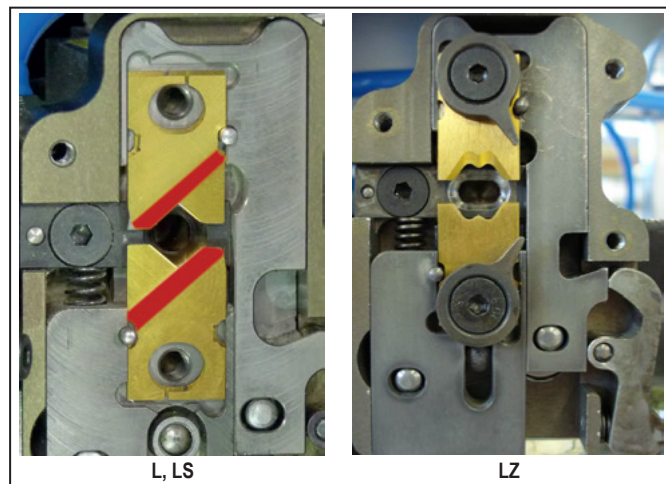

Figura 8.2 Alinhamento das lâminas
- ▶ **L e LS:** montar cada par de lâminas de maneira que as arestas biseladas apontem para fora (marcado a vermelho na Figura 8.2). Colocar ambos os pares de lâminas no suporte.